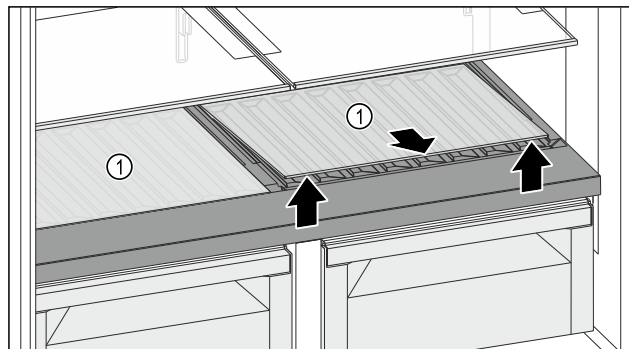

Fig. 130
- Sollevare un ripiano di vetro o entrambi i ripiani di vetro Fig. 130 (1) dall'incavo anteriore e rimuoverlo/i.
- Conservare i ripiani di vetro Fig. 130 (1) (uno o più) fuori dall'apparecchio in un luogo sicuro.